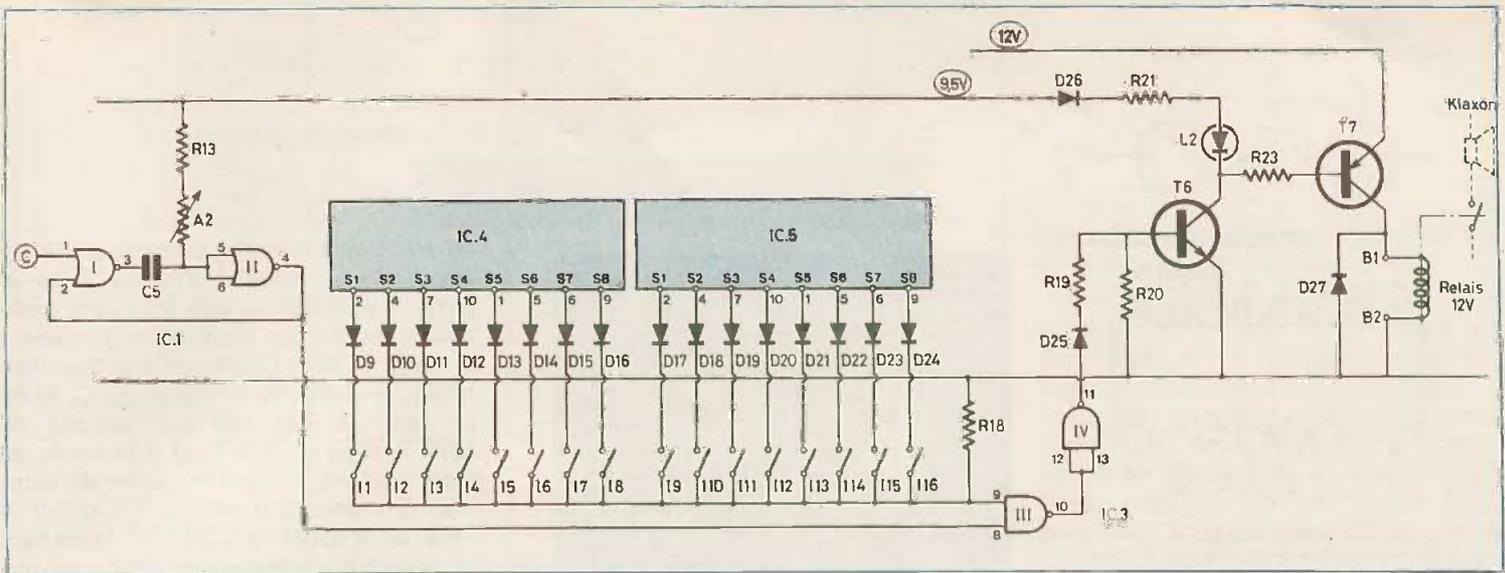

Fig. 4. – Programmation, amplification et commande du relais.
f) Les sorties du séquenceur et le contrôle apporté par la programmation (fig. 4)
g) Amplification et commande du relais (fig. 4)